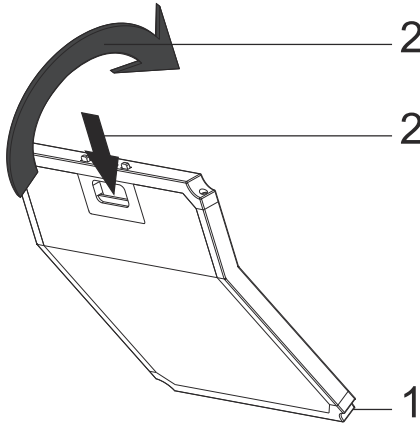

Fig. 7: FILTRO DE CARBÓN
- 1-Coloque la parte inferior del filtro de carbón en el armario para el motor.Fig. 7
- 2-Pulse en la pestaña del filtro de carbón y empujelo hacia adelante, y asegúrese de que las pestañas del filtro de carbón estén enganchadas y bloqueadas.Fig. 7